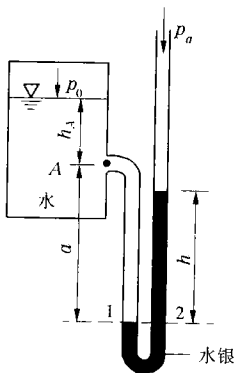

图 1.2.1
**【例 1.2.3】** 如图 1.2.1 所示,利用 U 形测压计测量容器中液体某点 A 的压强,只要测出与 A 点相连支管中水银面和 A 点间的高差  $a$ ,两管间水银液面差  $h$ ,即可求得 A 点的压强。试求:
(1) 当  $h = 20 \text{cm}$ ,  $a = 25 \text{cm}$ ,  $h_A = 10 \text{cm}$  时,则 A 点压强  $p_A$  及液面压强  $p_0$  为多少?
(2) 当  $h = 0$ ,其他数据不变时,则  $p_A$ 、 $p_0$  为多少?